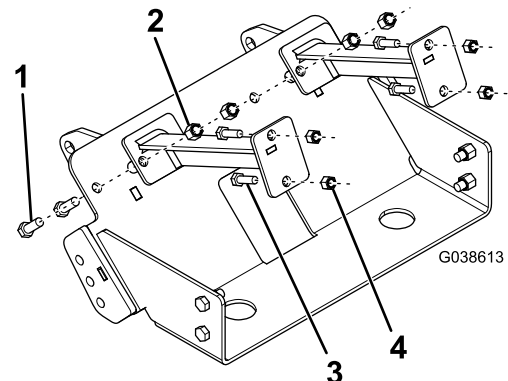

Bild 2
5. Befestigen Sie die Winkelhalterungen mit vier Schrauben (5/16") und vier Sicherungsmuttern (5/16") am Fahrzeugrahmen, und lassen Sie die Befestigungen handfest angezogen (Bild 2).
6. Befestigen Sie die Winkelhalterungen mit vier Schrauben (3/8") und vier Sicherungsmuttern (3/8") an der Stoßstange des Fahrzeugs und dem Pflugunterfahrerschutz, und lassen Sie die Befestigungen handfest angezogen (Bild 2).